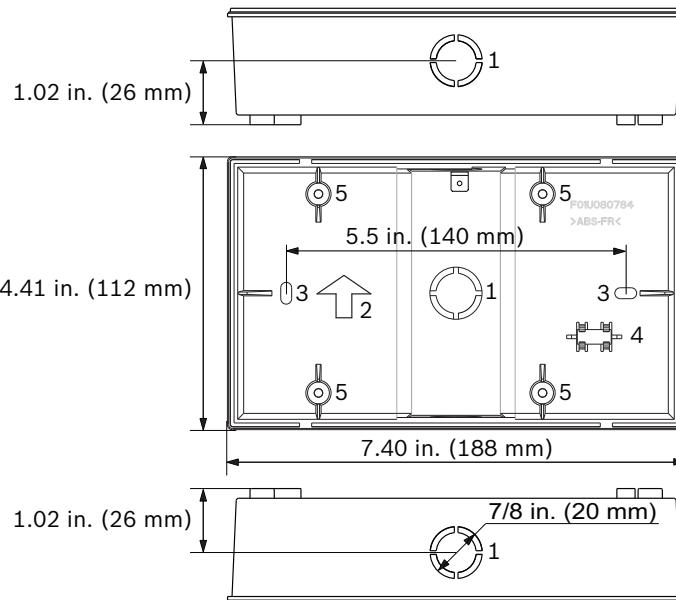

Figura 4.2 Caixa de base do Centro de Comando Remoto FMR-1000-RCMD
1. A caixa de base possui três orifícios com tampas removíveis para eletrodutos de 1/2 pol. de diâmetro, sendo um na parte traseira, um na parte inferior e um no topo (consulte a Figura 4.2, Item 1). The back box provides three knockouts for 1/2 in.1). Para obter um orifício perfeito, remova a sua tampa pelo lado interno da caixa.
2. Instale a caixa de base com a seta voltada para cima (consulte a Figura 4.2, Item 2).
3. Use a caixa de base como gabarito para marcar o local dos furos de instalação (consulte a Figura 4.2, Item 3). Prepare uma abertura na superfície de instalação para o cabeamento. Preposicione os parafusos. Não aperte os parafusos neste momento.
4. O nível de bolha integrado permite o nivelamento horizontal sem necessitar de ferramentas adicionais quando fixar a base (consulte a *Figura 4.2*, Item 4).
- Passe o cabeamento através de um dos orifícios na base do Centro de Comando (instalação em superfície) ou da caixa elétrica (instalação embutida). Consulte a *Figura 4.2 na Página 34* para a localização da entrada do fio na caixa de base.
- Para a instalação em superfície com caixa de base: Fixe a base. Utilize o nível de bolha para se certificar que a caixa de base está exatamente na horizontal. Consulte a *Figura 4.2 na Página 34*.